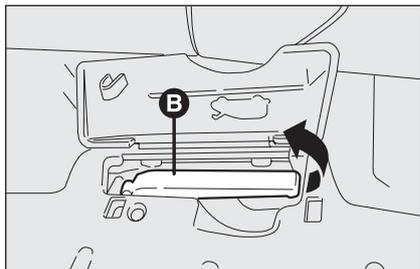

fig. 105
- tire en el sentido de la flecha, la palanca de desenganche **B**-fig. 105;